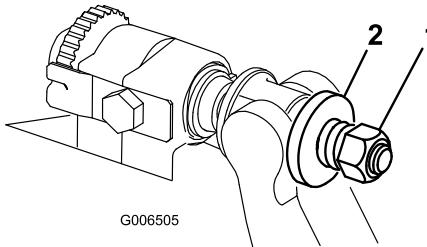

Figura 20
- Apriete la tuerca de tensado del muelle hasta que el muelle esté comprimido del todo, luego aflojela 1/2 vuelta (Figura 20).